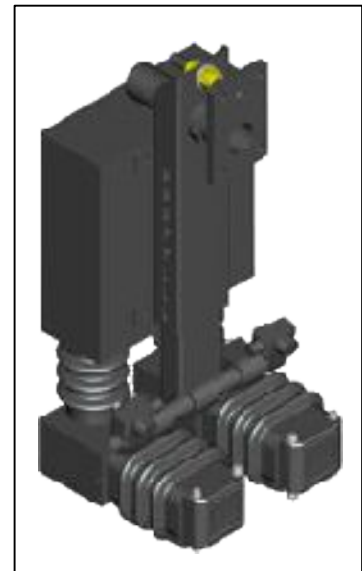

Рис. 4. Шарнирное устройство в сборе
- Полная сборка показана на рис. 4, приблизительно имеет следующие размеры: высота 451mm x ширина 199mm x глубина 176mm, и вес ориентировочно 9.5 кг. (21lbs).